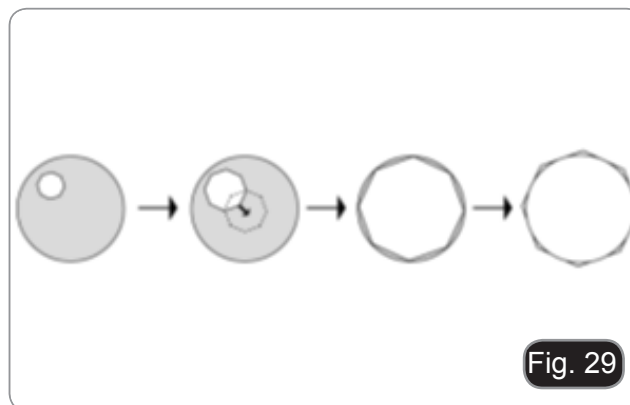

Fig. 29
4. Ouvrir progressivement le diaphragme en insérant le levier ①. Le diaphragme est centré lorsque l'image du diaphragme est symétrique par rapport au champ de vision. (Fig. 29)